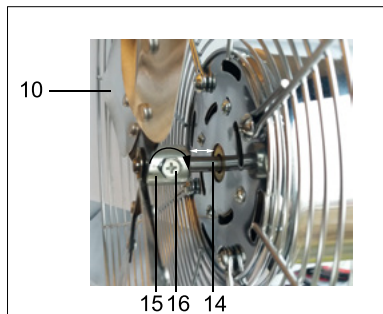

Fig. 73: Montaż wirnika
15. Odkręcić śrubę z łbem krzyżakowym (16) elementu dystansowego (15) wirnika (10) w kierunku przeciwnym do ruchu wskazówek zegara tak, aby uzyskać otwór przelotowy.
16. Nasunąć wirnik (9) z elementem dystansowym skierowanym do przodu na oś silnika (14).
*Wirnik z elementem dystansowym nie może znajdować się bezpośrednio na zespole silnika. Patrz rys. 73.*